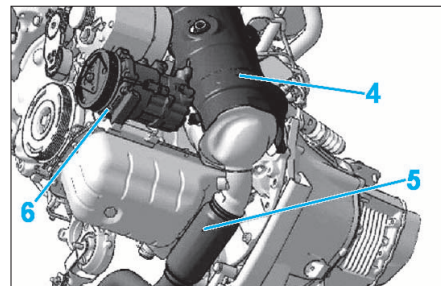

FIG. 84
- la façade avant (2) complète avec le radiateur
- la traverse inférieure (3).
- Sans débrancher les canalisations, écarter et brider le compresseur (6) et le condenseur de réfrigération (Fig.84).
- l'écran thermique avant (4) du catalyseur
- l'échappement intermédiaire (5).